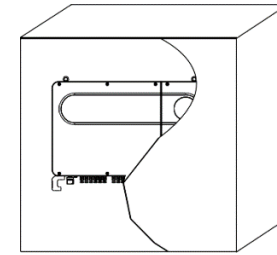

Abb. 5.6
- D. Montieren Sie den Wechselrichter nicht in geschlossenen Orten, wie in Abb. 5.6 dargestellt.